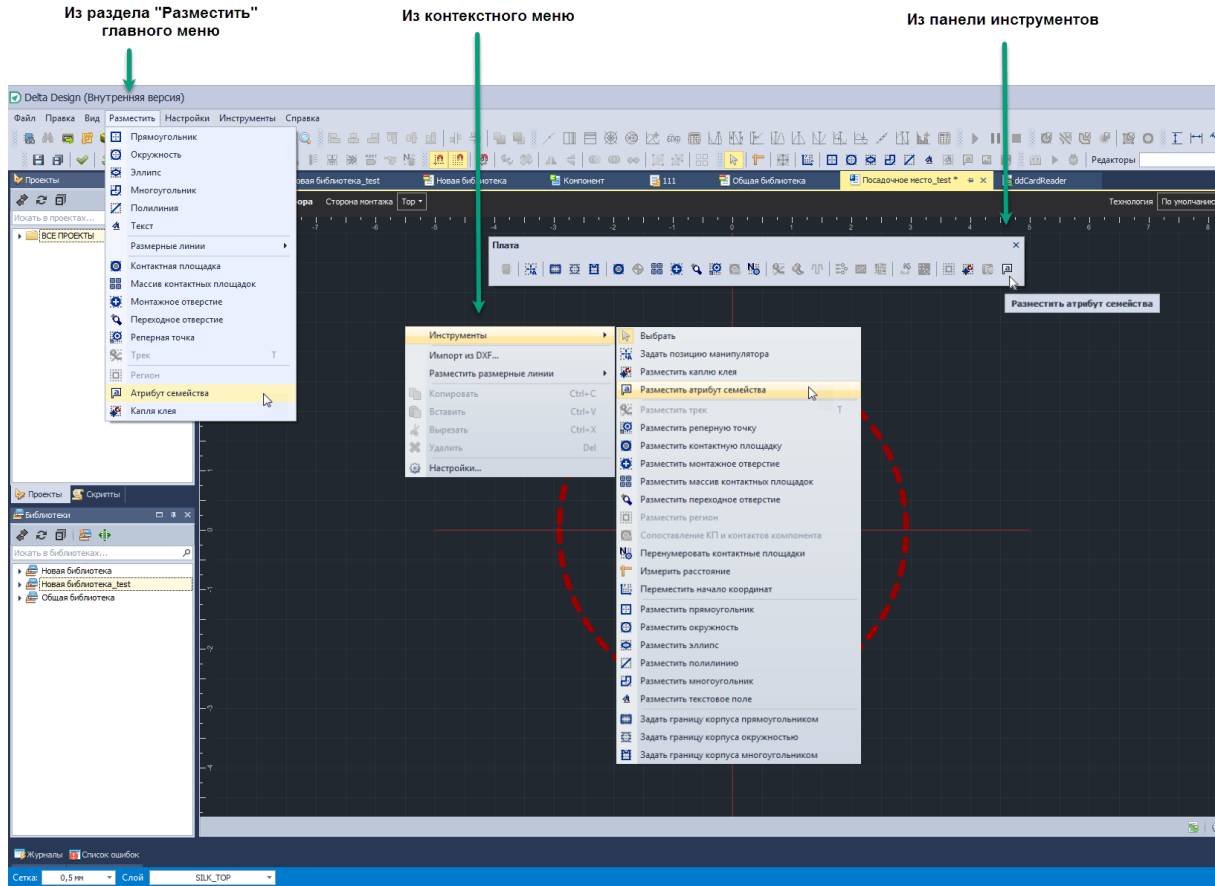

Рис. 125 Запуск инструмента «Разместить атрибут семейства»
2. Вызовите инструмент «Разместить атрибут семейства», нажав на кнопку , в панели инструментов «Плата», из раздела «Разместить» главного меню или в выпадающем списке «Инструменты» в контекстном меню, см. Рис. 125.